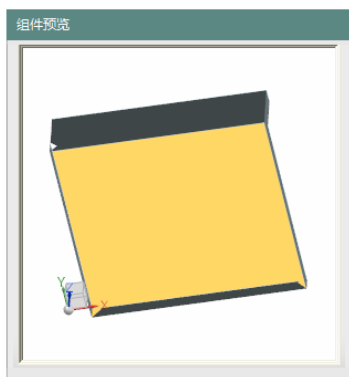
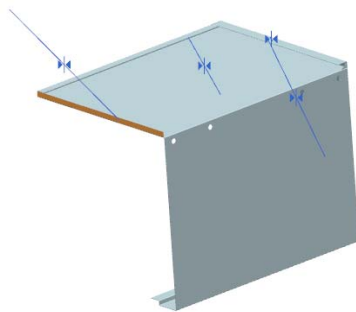

图 11-256 选择相配部件
图 11-257 选择基础部件
(2) 在“添加组件”对话框中，设置“定位”为“通过约束”，单击 **< 确定 >** 按钮，打开“装配约束”对话框。选择“接触对齐”类型，在视图区选择相配部件和基础部件，如图 11-256 和图 11-257 所示。单击 **应用** 按钮。